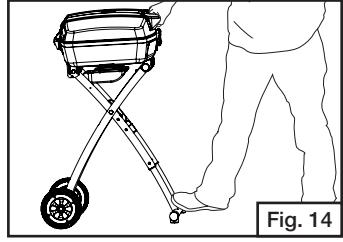
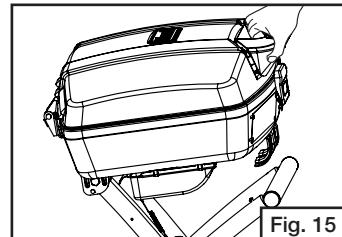
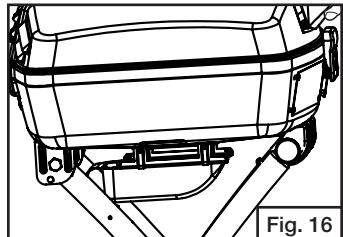

Fig. 14
Fig. 15
Fig. 16
- Baje la parrilla y deslícela hacia atrás hasta que las extensiones de las patas se aseguren en los soportes en la parte inferior del estante de la parrilla. (Fig. 14, Fig. 15 y Fig. 16)